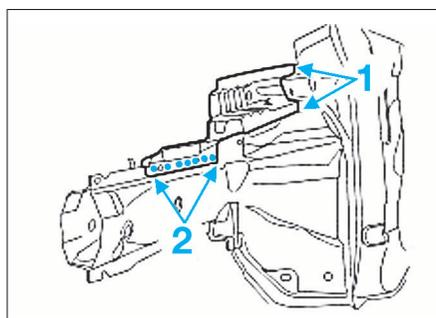

FIG. 16
- Découper (1) et dépointer (2) (deux épaisseurs de tôle) le renfort de doublure d'aile (Fig.16).